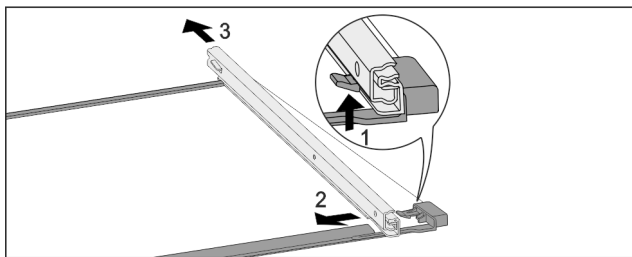

Fig. 110 Скляна пластина з рейками
- ▶ Натиснути передній гачок-фіксатор вгору. Fig. 110 (1)
- ▶ Виштовхніть виїзну рейку в сторону Fig. 110 (2) та назад Fig. 110 (3).